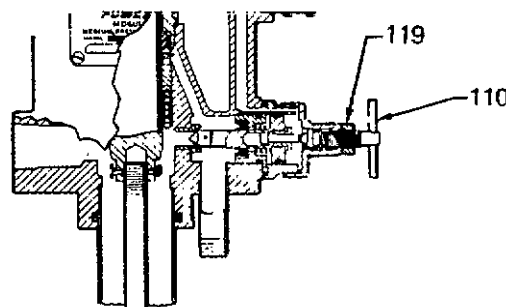

Fig 2
För cirkulation av materialet skall överströmningsventilen öppnas genom att man lossar låsmuttern (119) och vrider T-skraven (110) moturs så långt det är möjligt. Starta pumpen och cirkulera materialet efter behov. Stanna pumpen och stäng överströmningsventilen eller ställ in den på läge automatik. Se fig 2.